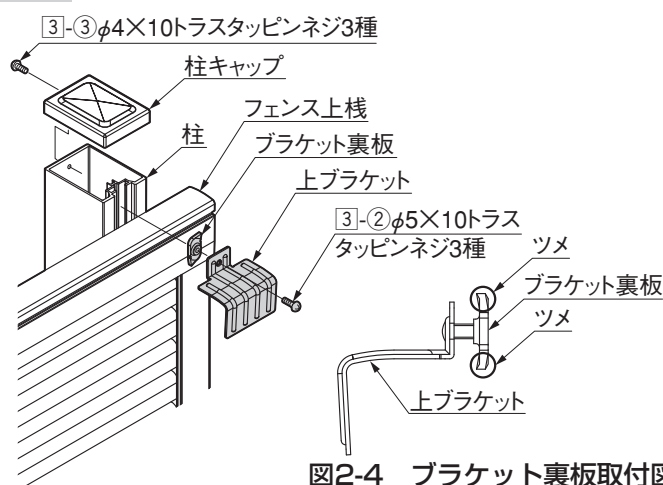

図2-4 ブラケット裏板取付図
- Bracket 裏板には表裏があります。角部にツメが立っている側を上 Bracket に向けてください。(図2-4参照)
- 2 ①の Bracket 裏板を柱の溝に入れ、上 Bracket をフェンス本体上棧に上から軽く押しつけながら③-②でしっかりと固定してください。
- 3 柱キャップを柱にかぶせ、③-③で固定してください。